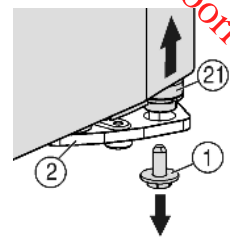
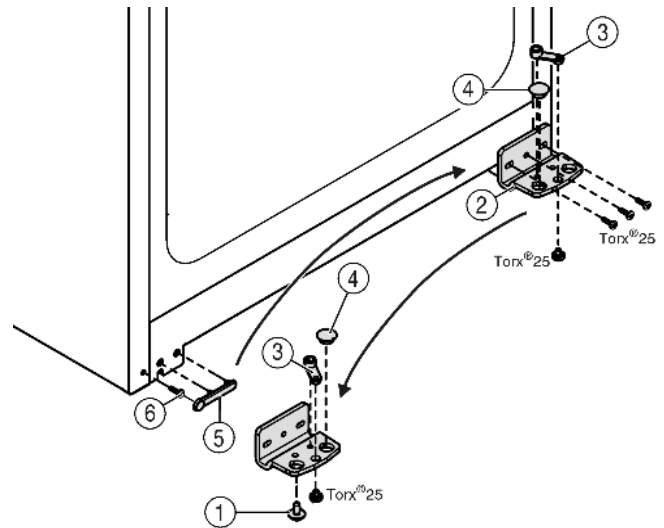

Fig. 4
Fig. 5
- ▶ Dévisser la vis de blocage du support d'appui Fig. 4 (1) en bas à droite.
- ▶ Le pivot d'appui Fig. 4 (21) se desserre du support d'appui Fig. 5 (2).
- ▶ Si le pivot d'appui Fig. 4 (21) ne se débloque pas poussez-le par le bas.
- ▶ Dévisser le support d'appui Fig. 5 (2).
- ▶ Dévisser l'élément pivotant Fig. 5 (3) et le permuter dans le trou opposé du support d'appui, revisser à fond.
- ▶ Retirer le bouchon Fig. 5 (4) du support d'appui et le placer dans le trou du côté opposé au support d'appui.
- ▶ Retirer le cache Fig. 5 (5) côté poignée avec précaution.
- ▶ Retirer la vis Fig. 5 (6) et la revisser sur le côté opposé.
- ▶ Remettre en place le cache Fig. 5 (5).
- ▶ Revisser le support d'appui Fig. 5 (2) sur le nouveau côté charnière, en utilisant une visseuse sans fil si nécessaire, avec un couple de serrage de 4 Nm.
- ▶ Visser la vis d'arrêt Fig. 4 (1) en bas dans le pivot d'arrêt et la serrer à fond (**avec 4 Nm**).